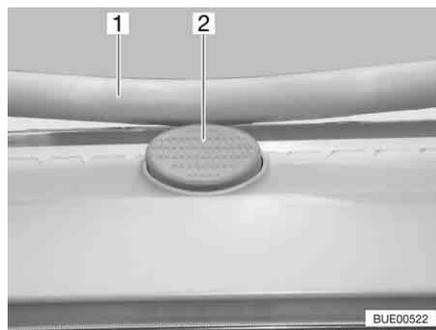

Fig. 54 Botón de seguridad en la claraboya Heki
- Pulsar el botón de seguridad (Fig. 54,2) y tirar la horquilla (Fig. 54,1) hacia abajo con ambas manos.
- Presionar el estribo hacia arriba con ambas manos hasta que la horquilla se encuentre encima del botón de seguridad (Fig. 54,2).